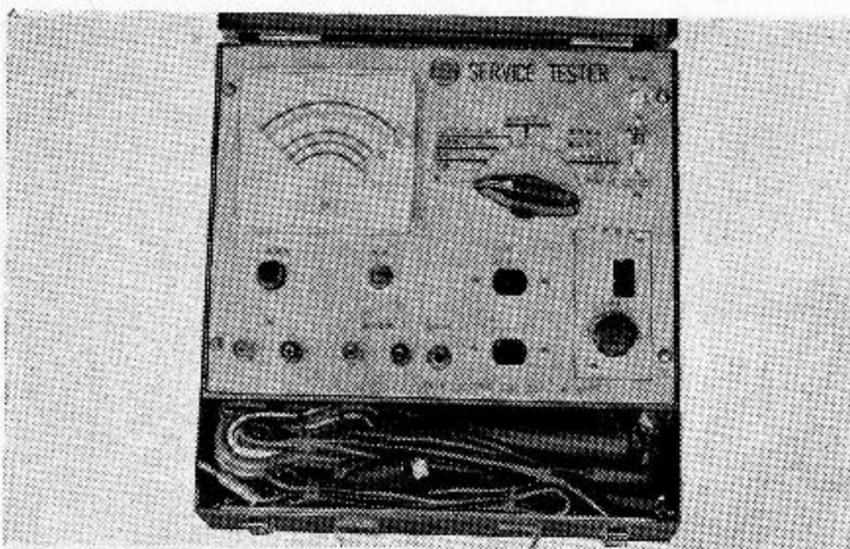

Abb. 6.7 Service Tester (Elektrisches Prüfgerät)
4. Drehzahlmesser auf 'Connect' einstellen. Drehzahlstecker am Prüfgerät unter 'Jack' anschliessen und grüne Skala unter '6000 rpm' ablesen. (Abb. 6.7)